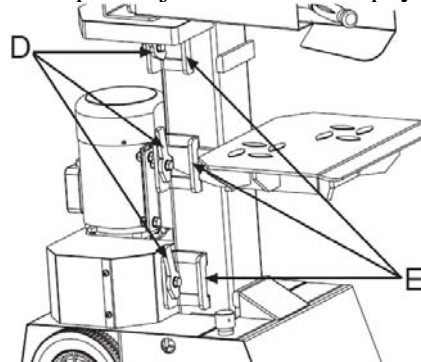

Fig.7
2. Hay 3 posiciones de instalación (fig.7) disponibles para la mesa de apoyo para ajustar diferentes longitudes de corte.